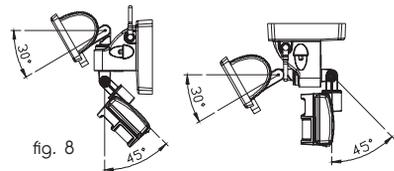

fig. 8
- L'installation idéale conseillée au mur ou au plafond est la suivante (fig.8):